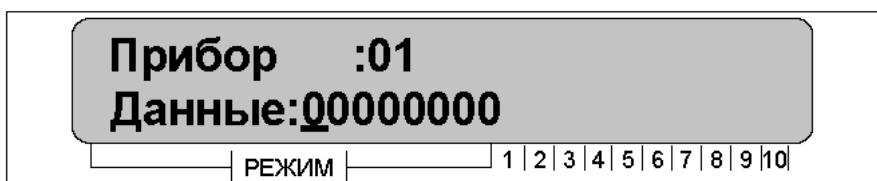

Рисунок 16
- для ввода ID-номера прибора необходимо нажать клавишу «ВВОД», под первым знаком 8-мизначного ID-номера в строке «Данные» должен появиться курсор, рисунок 16;